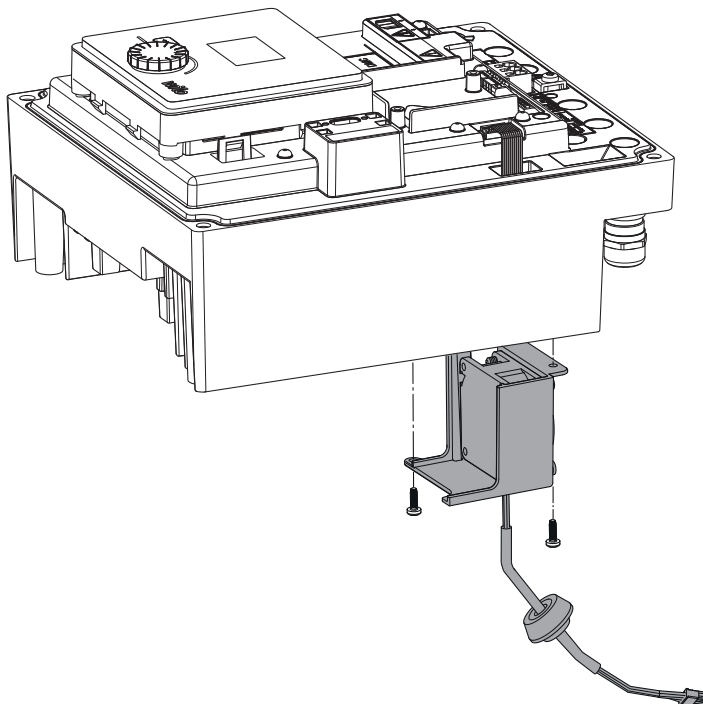

Fig. 45: A modulventilátor levétele kábellel és gumitömítéssel együtt
- Nyissa fel az elektronikamodul burkolatát. (Fig. 45).